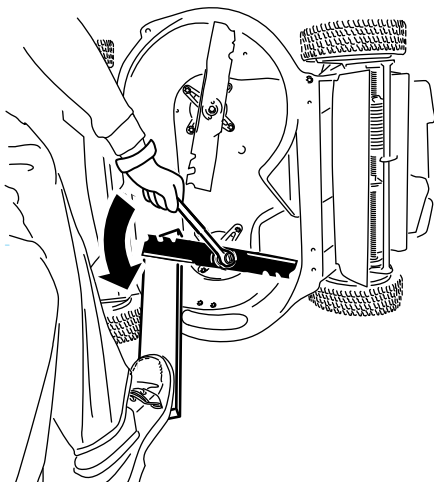

Figure 40
- Servez-vous d'une cale en bois pour immobiliser chaque lame et dévissez le boulon de lame, comme montré à la Figure 40.